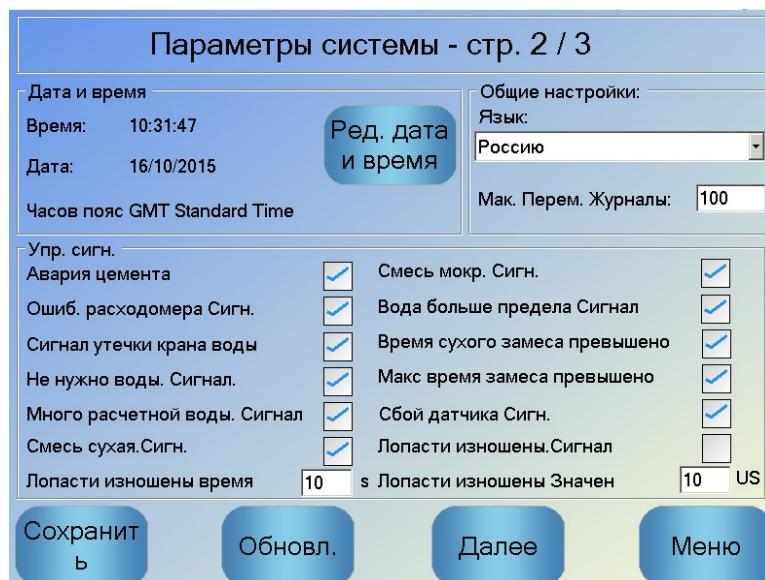
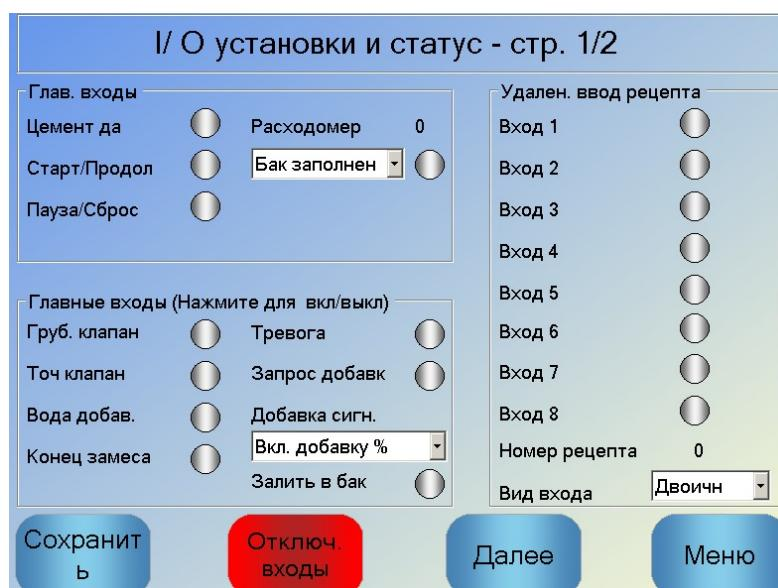

Рис. 30: Страница 2 экрана параметров системы
Рис. 31: Страница 1 экрана настройки и состояния входов/выходов
Сигналы тревоги можно включить, отключить и сконфигурировать из страницы 2 параметров системы, как показано в Рис. 30. При поиске и устранении неисправностей следует проверить соединения электропроводки и соответствующие модули ввода и вывода OPTO и убедиться в том что причина неисправности заключается не в них. Входы и выходы системы можно проверить, используя экран настройки и состояния входов/выходов, показанный на Рис. 31.
- Работу расходомера. Чтобы проверить входной сигнал, перейдите к экрану входов/выходов, показанному на Рис. 31 и убедитесь в увеличении показаний счетчика расходомера воды при открытии клапанов подачи воды.